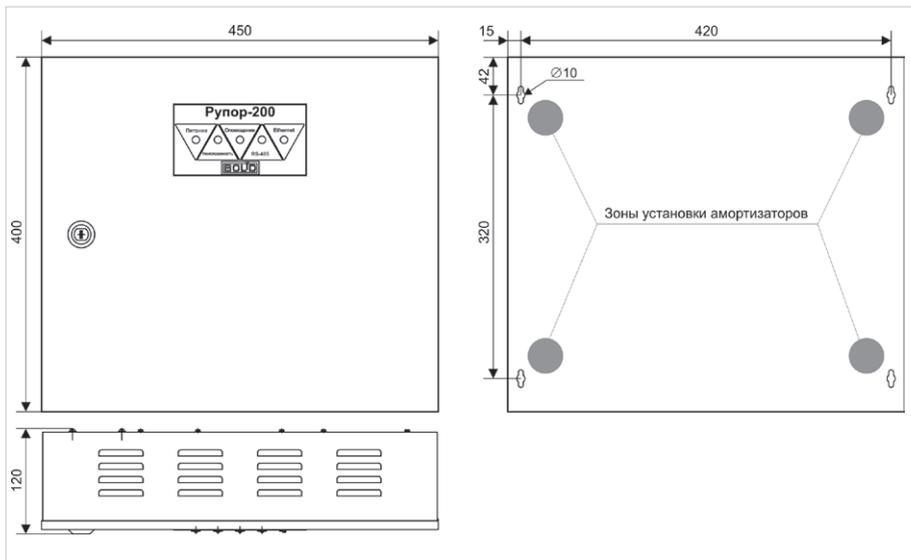

Рисунок 31. Внешний вид и габаритные размеры модуля «Рупор-200»
4. Наметьте на стене места для четырех установочных отверстий в соответствии с габаритным чертежом (см. рис. 31). Просверлите отверстия.